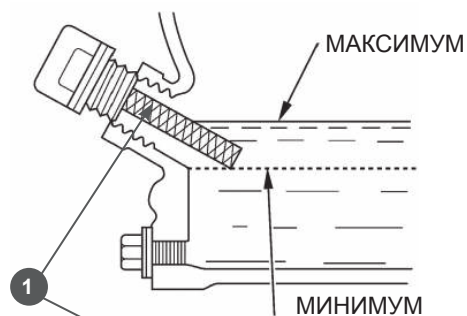

Рис.6
3. Извлеките щуп (1) Рис.6 и протрите его чистой тряпкой. Установите его, не закручивая, в маслозаливную горловину.